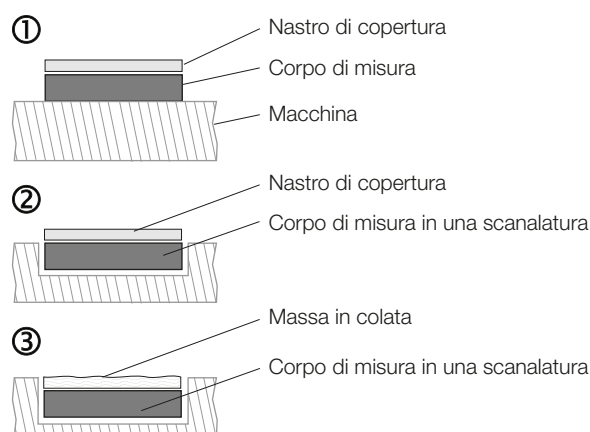

Fig. 4-3: Possibilità di montaggio del corpo di misura
In condizioni ambientali normali, incollare il corpo di misura su una superficie piana. Opzionalmente è possibile incollare il nastro di copertura come protezione (vedere Fig. 4-3, Pos. 1).
In condizioni ambientali avverse, incassare completamente il corpo di misura in una scanalatura, in modo che non sporga dalla superficie. Opzionalmente è possibile incollare il nastro di copertura (vedere Fig. 4-3, Pos. 2).
In condizioni ambientali estreme, incassare completamente il corpo di misura in una scanalatura più profonda e colare materiale non magnetico (p. es. Uhu Endfest 300). Eventualmente levigare il materiale colato (vedere Fig. 4-3, Pos. 3).
- Possibilità di montaggio (vedere Fig. 4-3, posizioni 1 e 2): incollaggio sulla superficie, incasso nella scanalatura e incollaggio.